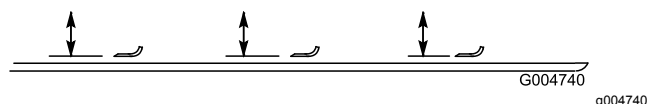

Figure 105
2. Tournez la lame dans le sens longitudinal et mesurez la distance entre l'intérieur du plateau de coupe et le tranchant à l'avant de la lame (Figure 105).